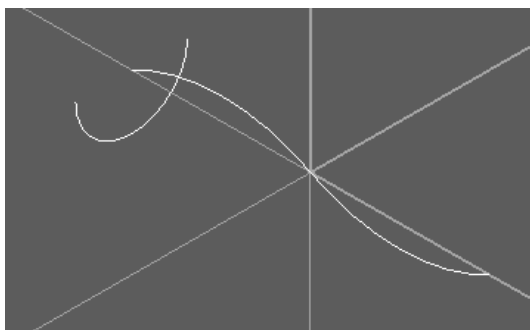

图 1-104 3D 扫描加工建模
- 2) 将萤幕切换到侧视图, 设定作图深度 Z-40, 以原点作直径为 25mm 的圆, 然后修剪成半圆弧, 如图 1-104 所示。